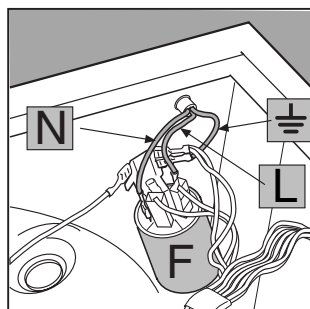

Fig. 4
3. Scollega i cavetti dal filtro antisturbo **F** [fig. 4] facendo attenzione alla loro posizione (cavetto **Blu=N**; cavetto